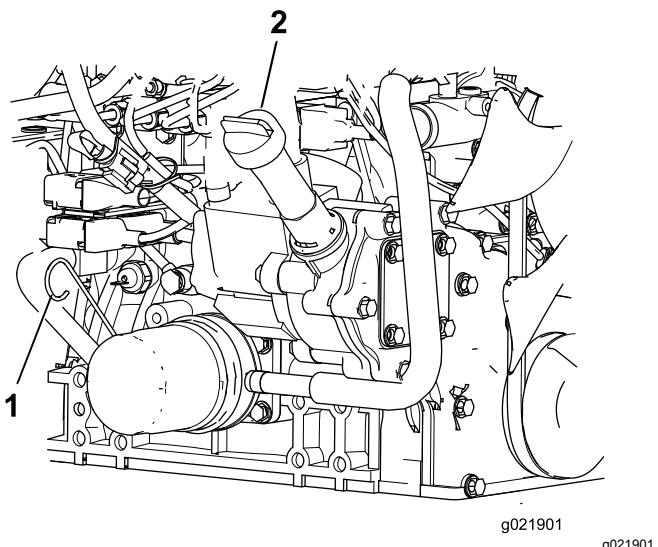

Рисунок 71
- Извлеките масломерный щуп, протрите его, вставьте в трубку и снова извлеките. Уровень масла должен находиться между отметками FULL (Полный) и ADD (Добавить) (Рисунок 71).
- Если уровень масла низкий, снимите крышку заливной горловины и добавляйте масло до тех пор, пока его уровень не будет находиться между отметками FULL (Полный) и ADD (Добавить) (Рисунок 71).